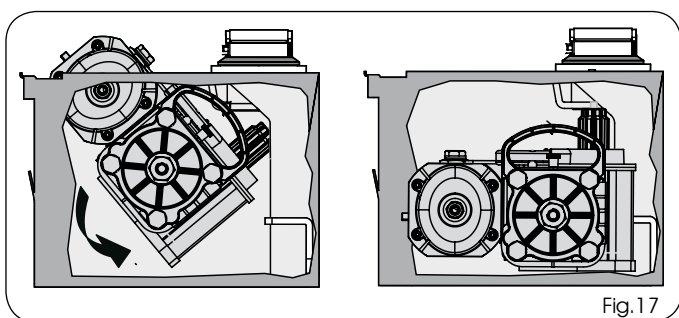

Fig.17
9) Introduire l'opérateur en utilisant les poignées prévues à cet effet, dans le caisson autoportant d'après la figure 17 A, B